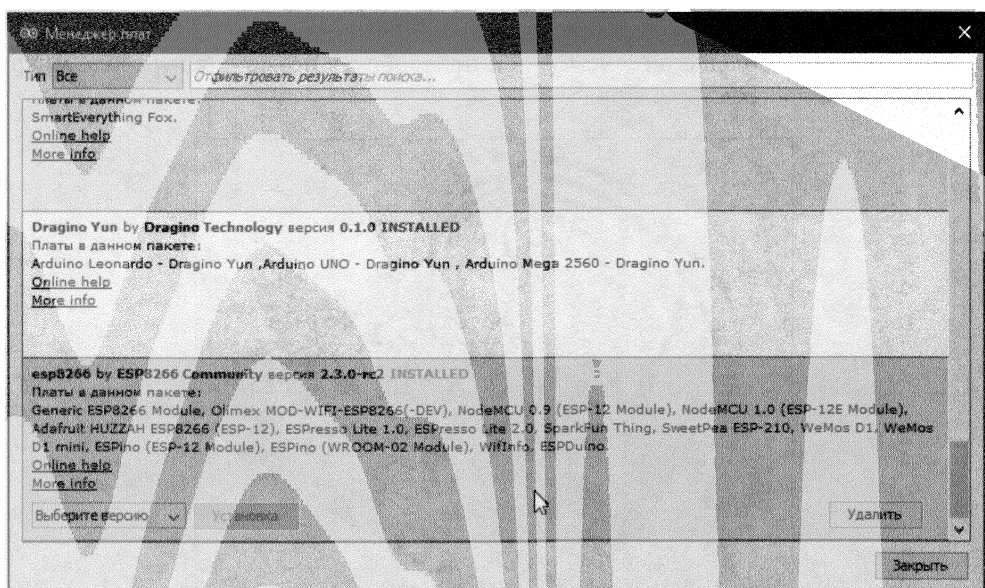

Рис. 1.12. Установка библиотеки esp8266 в Менеджере плат Arduino IDE
3. Откройте окно для установки расширений **Инструменты | Плата | Менеджер плат** и установите платформу **esp8266**, как показано на рис. 1.12.